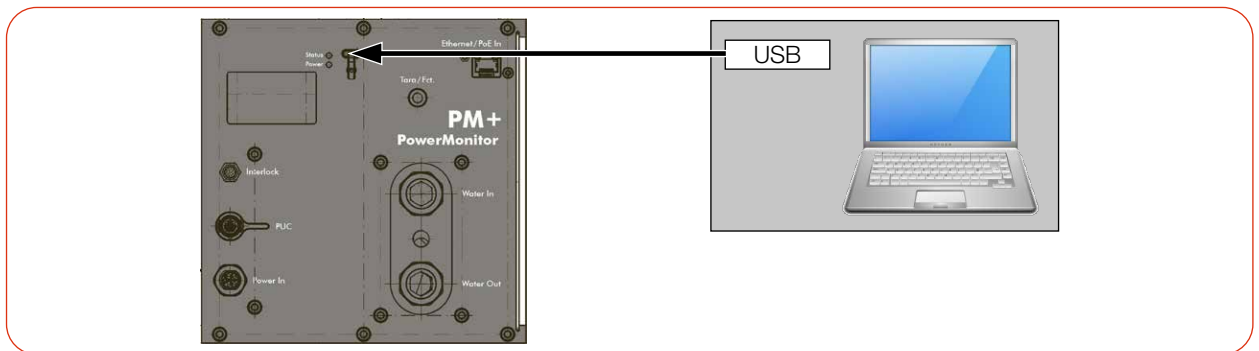

Abb. 7.3: Spannungsversorgung über USB, Datenübertragung über USB
- ▶ Schließen Sie das Kabel gemäß der Abb. 7.3 auf Seite 27 an.